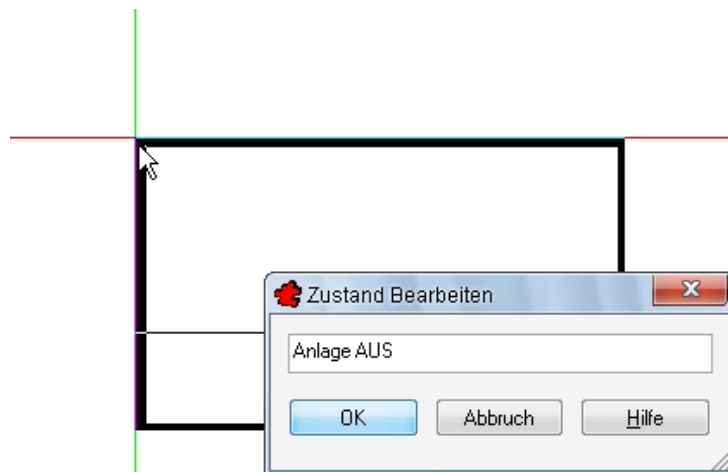

Bild 1.6 – Einfügen eines neuen Zustandes
- Als Erstes fügen Sie einen *Zustand* ein und beschriften ihn mit **Anlage AUS**. Nach Aufruf des Befehls wird zunächst die Platzierung abgefragt, danach folgt die textliche Beschreibung über ein Dialogfenster (Abb. 1.6).